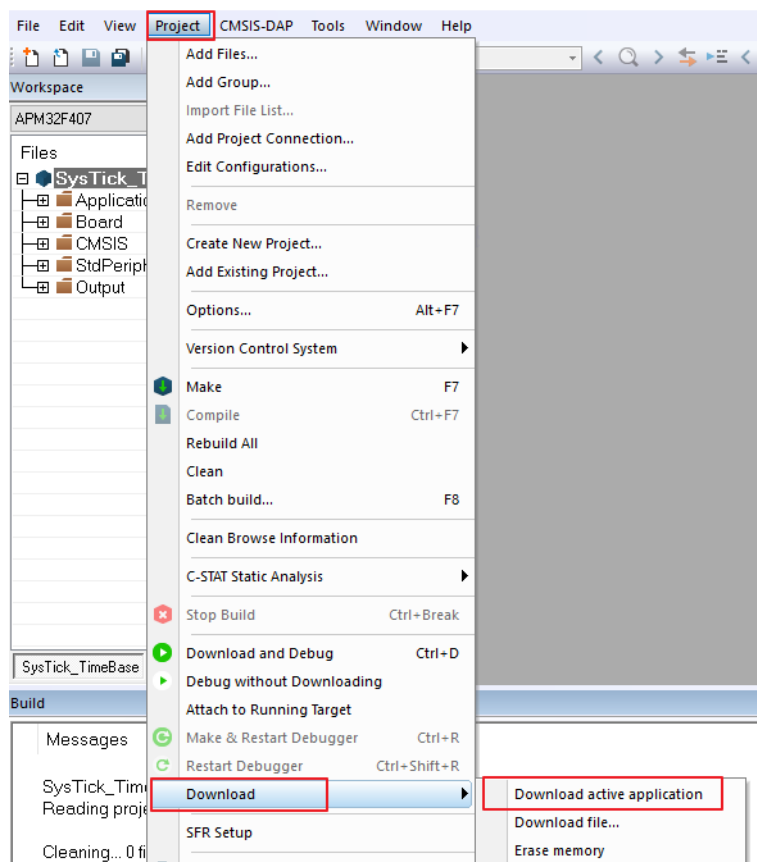

图 15
c) 完成了前面的步骤后我们就可以把编译好的程序下载到开发板上运行了。如图 15 下载过程只需要在 IAR 的 Project 选项中选择 Download 点击 download active application 按钮即可